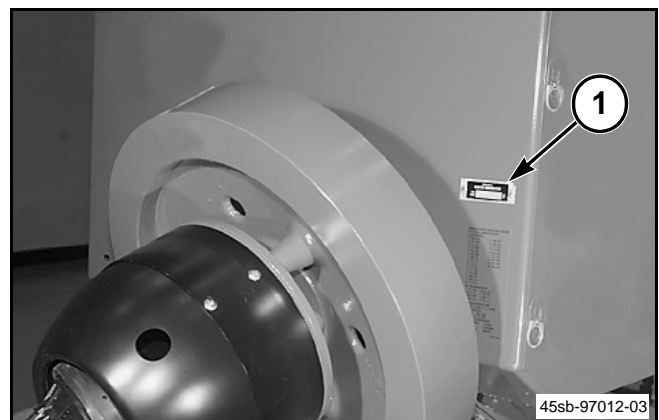

FIG. 1
FIG. 1: Cada enfardador tiene una placa del número de serie (1) con el modelo y el número de serie. La placa del número de serie está situada en el lado izquierdo del blindaje delantero.